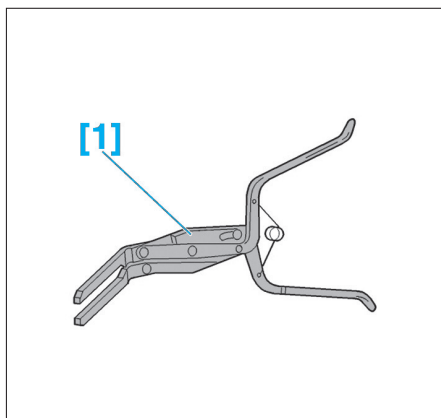

Fig. 1
- [1]. Pince (réf : FACOM D60A) (Fig.1).